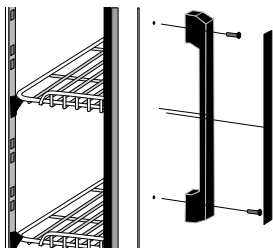

Rys.2 Usuwanie podestu drewnianego
- Rozpakować urządzenie i usunąć drewniany podest znajdujący się na podstawie Rys.2 (str.4)